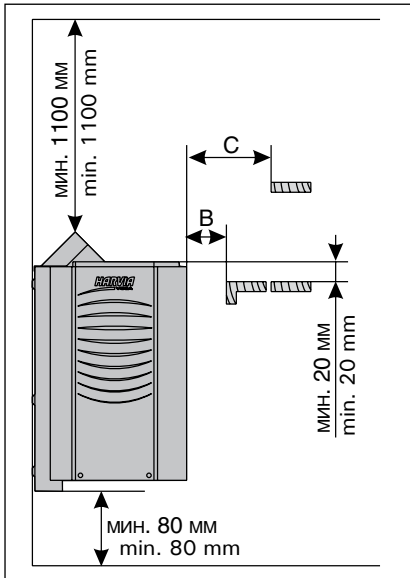
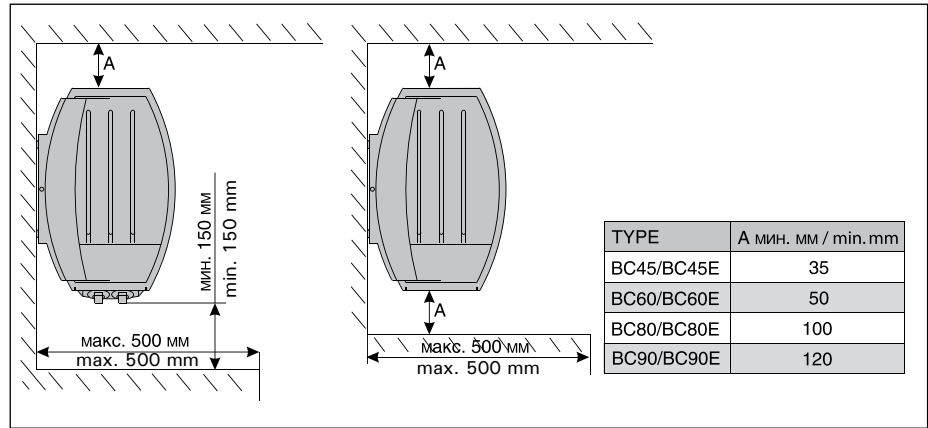
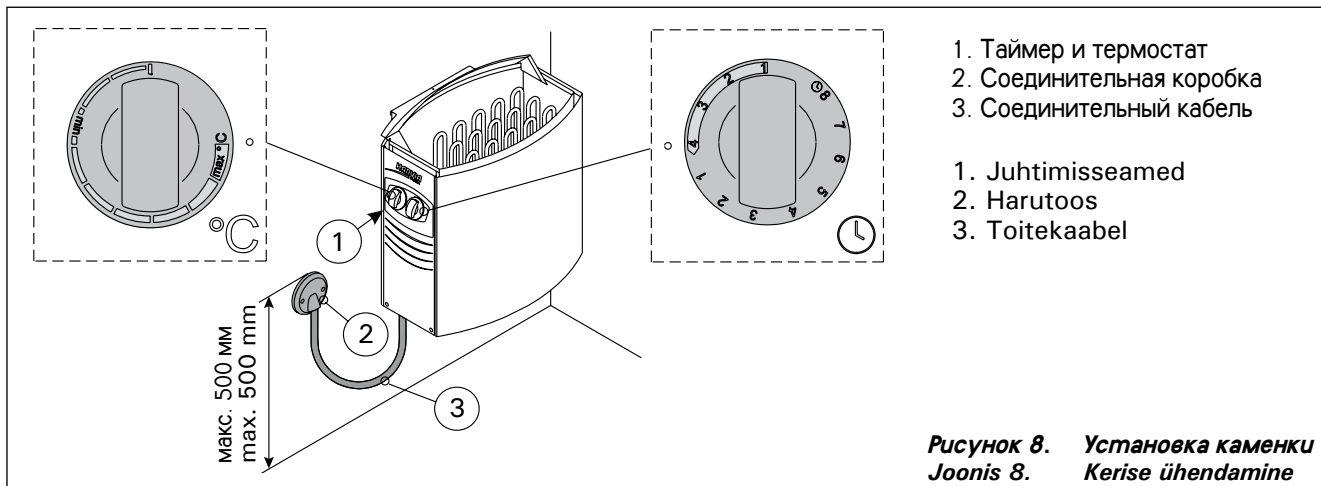

Рисунок 5. Расстояния безопасности
Рисунок 6. Установка каменки в нишу
Рисунок 8. Установка каменки
- При расположении каменки выполняются ли условия минимальных расстояний, изображенных на рис. 5 и 6 и указанных в таблице 1.
1. С помощью прилагаемых шурупов прикрепите к стене монтажную раму, соблюдая минимальные расстояния, указанные в таблице 1 и на рис. 5 и 6.
Каменка может быть установлена в нишу высотой не менее 1900 мм. См. рис. 6.
| шир. / laius• BC 480 mm• BCE 450 mmглуб. / sügavus310 mmвыс. / kõrgus540 mmвес / kaal11 кг / kgкамни макс. / kivedmax. 25 кг / kg | кВт / kW            | См. пункт 2.3Vt. 2.3                   | мин.мм                                  | См. рис. 6Vt. joonist 6                        | См. рис. 5Vt. joonist 5 |           |                     |                      | См. рис. 8. Размеры относятся только к соединительному кабелю (3)!Vt. joonist 8. Mõõdud kehtivad ainult toitekaabli (3) kohta! |                  |        |
При установке защитного ограждения вокруг каменки следует соблюдать расстояния, указанные на рис. 5. и в табл. 1.
Сечение проводов, подходящих к управлению нагревом и к сигнальной лампочке, должно соответствовать питающему кабелю каменки. Каменка полустационарно подсоединяется к соединительной коробке установленной в стене сауны. См. рис. 8. В качестве кабеля следует использовать резиновый кабель типа H07RN-F или подобный.